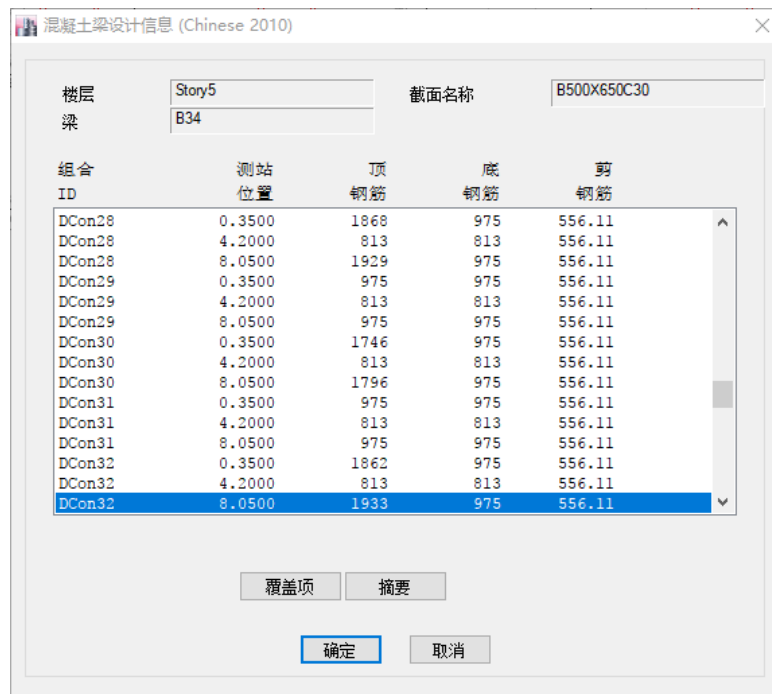

图 8-3 混凝土梁设计信息对话框
4. 右击平面视图中的任意框架对象，弹出**混凝土梁设计信息**对话框，如图 8-3 所示：